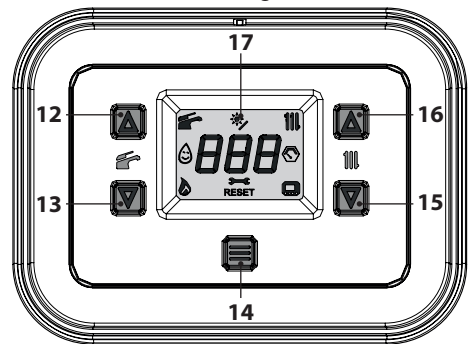
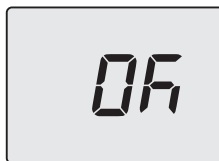

Figura 5.53
Figura 5.58
- Entrare in "modalità programmazione" premendo contemporaneamente per 5 secondi i tasti 13 e 15 (Figura 5.53) fino a far apparire sul display LCD le lettere **HiS** che indicano il menu "Storico delle caldaia" (Figura 5.54).
- Premere per 1 sec. il tasto 14 (Figura 5.53) per entrare nel parametro selezionato. Il display visualizzerà quanto segue (6=60 secondi) (Figura 5.57).
- Premendo il tasto 14 (Figura 5.53) si ottiene la conferma del valore inserito. Il display visualizzerà per 5 sec. quanto segue (Figura 5.58) poi, si porterà al livello superiore.
- tenere premuti contemporaneamente i tasti 13 e 15 per 5 sec. (Figura 5.53) (ritorno al livello precedente).